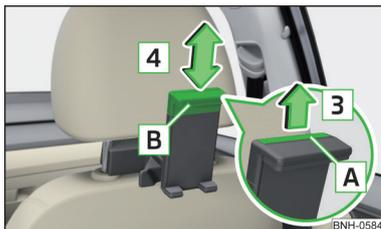

Fig. 84
► Pour régler la taille du support, retirez la languette de verrouillage **A** dans le sens de la flèche **3** et déplacez la partie **B** dans la position souhaitée dans le sens de la flèche **4** » fig. 84.